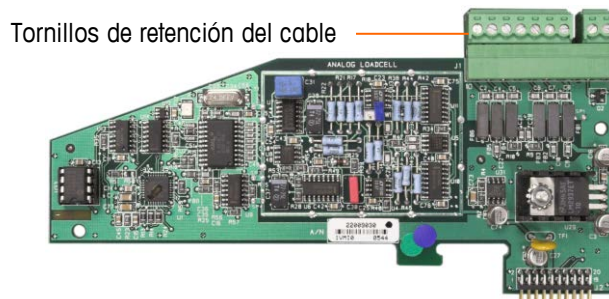
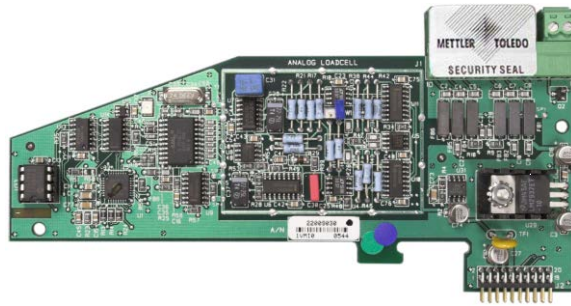

Figura A-92: Conexión de la tarjeta opcional sin protección
Figura A-93: Sello de seguridad instalado
2. Instale la tapa de seguridad para impedir el acceso a S-1, el interruptor de seguridad de metrología indicado en la Figura A-92, y los interruptores del PCB principal.
3. Para proteger el o los cables de interconexión de las celdas de carga (fijos en las tarjetas opcionales), debe colocarse un sello de seguridad sobre las conexiones para asegurar que éstos no sean retirados o desconectados. El sello también impide el acceso a los tornillos retenedores del cable indicados en la Figura A-92. La Figura A-93 muestra un sello instalado.